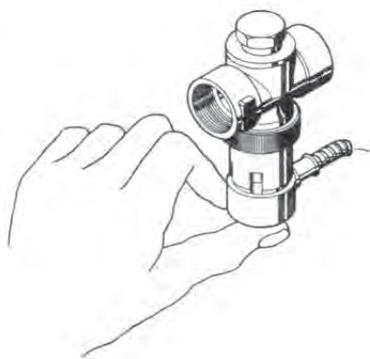

Fig. 13 Thermische Ablaufsicherung
- Rote Kappe gegen Ventil drücken (Fig. 13) > Wasser muss in Trichter ausfließen.